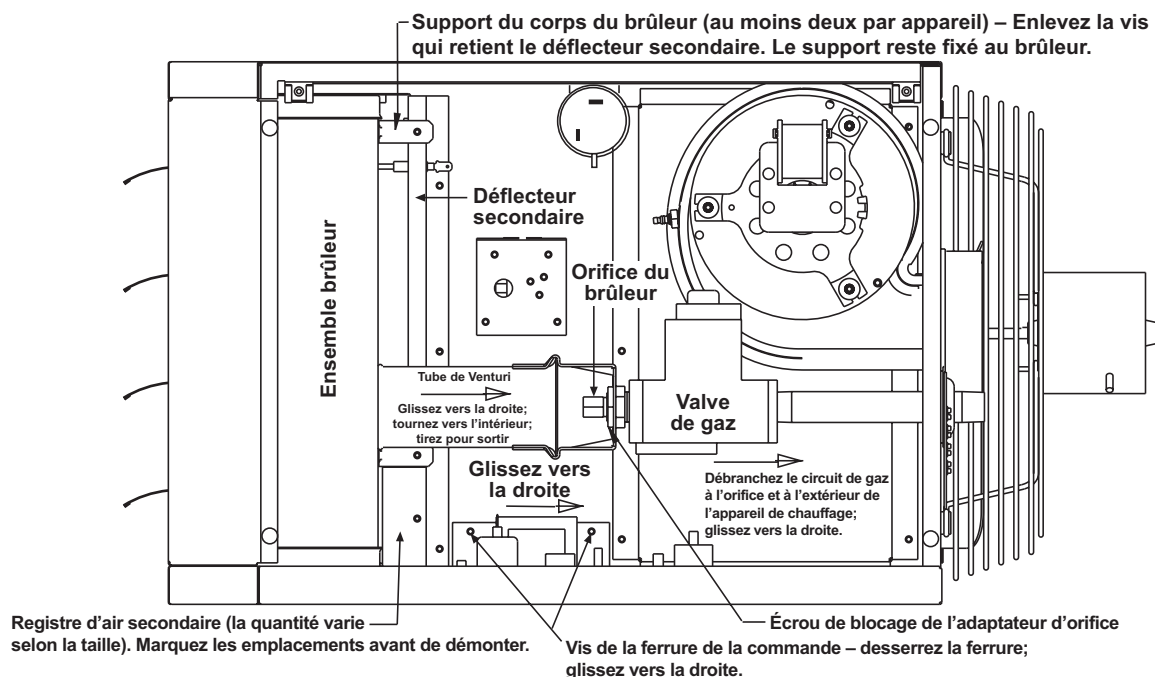

Figure 15. Ensemble brûleur typique
Inspectez visuellement le compartiment du brûleur (voir Figure 15). S'il y a une accumulation de saleté, de poussière ou de charpie, nettoyez le compartiment, puis démontez et nettoyez le brûleur comme suit :
2. Démontez l'ensemble du brûleur (voir Figure 15) :
- (1) Retirez les quatre vis qui fixent le capuchon d'extrémité au boîtier du brûleur.
- (2) Frappez délicatement le capuchon d'extrémité pour l'enlever.
5. Réinstallez l'ensemble du brûleur (voir **Figure 15**) :